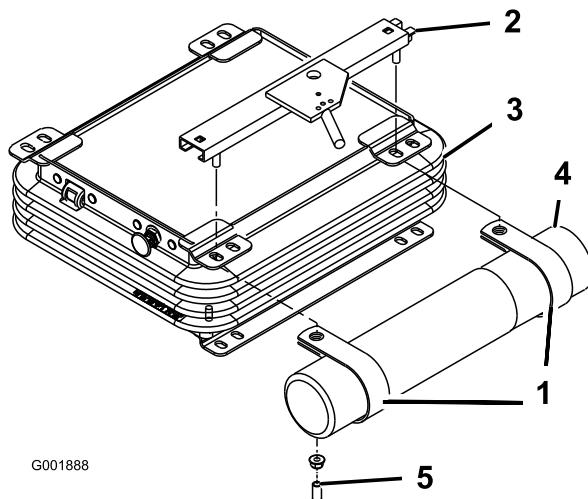

Figura 7
4. Instale o tubo manual nas braçadeiras R e aperte as porcas (Figura 7).
2. Remova as 2 porcas e as cunhas de vinil (se estiverem instaladas) que fixam o suporte superior do banco no lado esquerdo da suspensão do banco (Figura 7).
3. Monte, sem apertar, as braçadeiras R nos pernos do suporte do banco com as 2 porcas que retirou anteriormente (Figura 7). As braçadeiras R são posicionadas debaixo das patilhas da suspensão do banco.